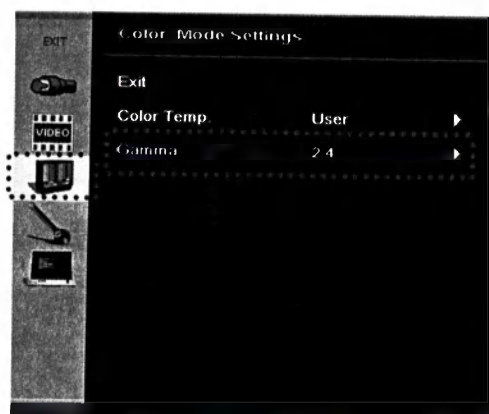

Рисунок 170
- выберите **Гамма** и установите «2.4» (см. рисунок 170).